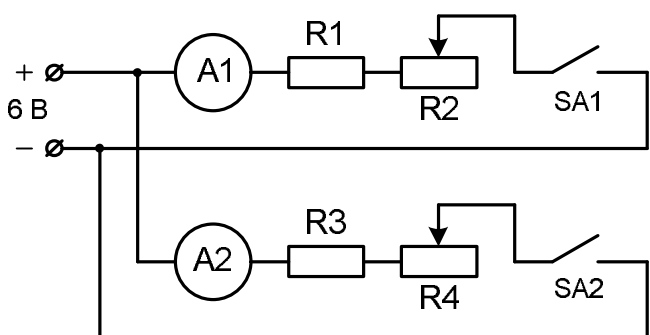

Рис. 12
1. Використовуючи амперметри для лабораторних робіт, дротяні резистори 2 Ом 2 А, реостати і вимикачі, складіть два електричних кола, схеми яких зображені на рис. 12.
3. Зберіть електричні кола за схемою рис. 12 і приєднайте їх кожне окремо до випрямлячів ВУ-4 (рис. 14). Приєднайте випрямлячі до розеток ліній 42 (36) В.